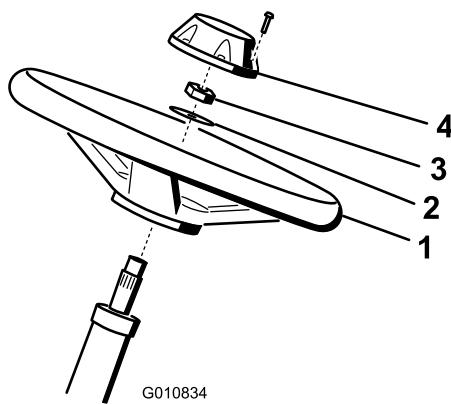

図 4
- ハンドルをステアリングシャフトにはめ込む 図4。
2. ワッシャをステアリングシャフトにはめ込む図 4。
$2.83.6\text{kg/m} = 2026\text{ft-lb}$  にトルク締めする図 4。
4. キャップを取り付け、ボルト6本で固定する図 4。